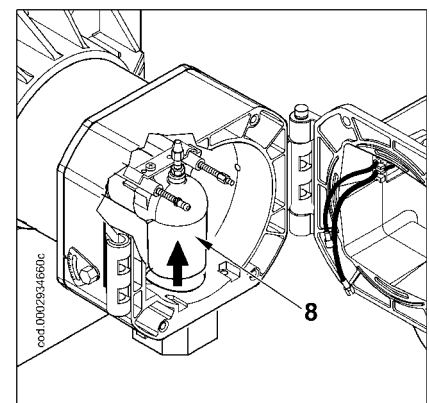
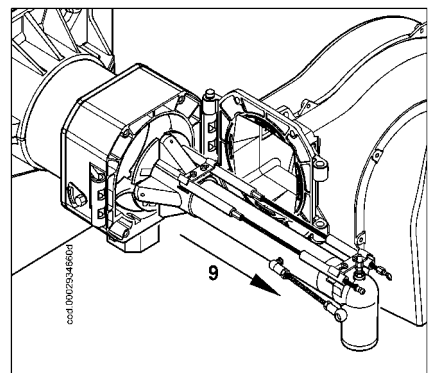

figura-3
figura-4
Dopo aver sfilato i cavi di accensione e ionizzazione (3) dai terminali dei rispettivi elettrodi, svitare completamente il dado (4) e avvitare la vite (5), facendola avanzare all'interno del raccordo mandata gas (8) di figura 3 per un tratto sufficiente a garantire il successivo smontaggio del gruppo miscelazione.
Sollevarne leggermente il raccordo mandata gas (8) (figura 3) e sfilare l'intero gruppo miscelazione nella direzione indicata dalla freccia (9) di figura 4. Completate le operazioni di manutenzione, procedere con il rimontaggio della testa di combustione, seguendo a ritroso il percorso sopra descritto, dopo aver verificato la corretta posizione degli elettrodi di accensione e di ionizzazione (vedi scheda 0002934690).